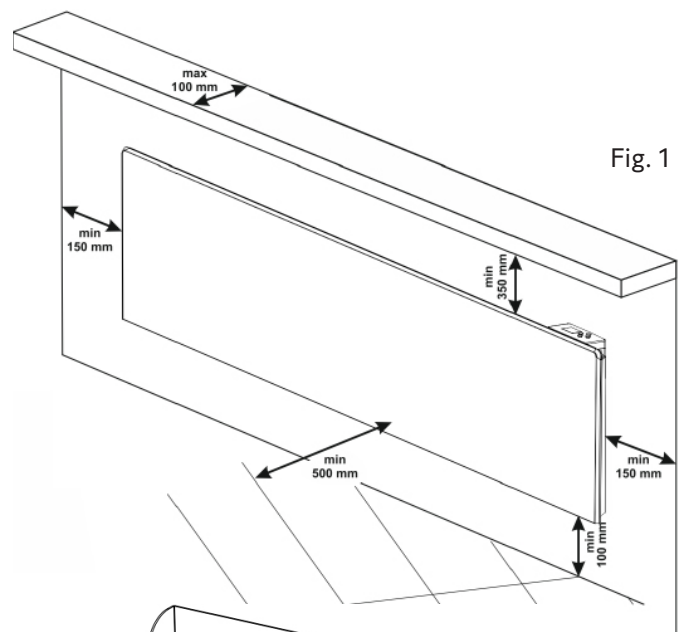
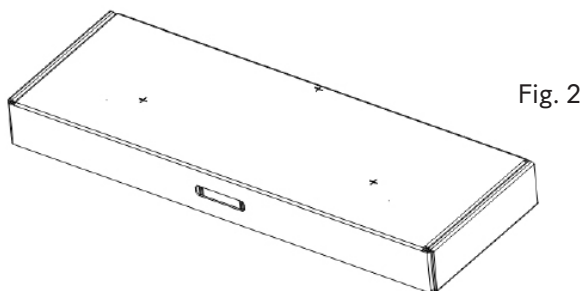

Fig. 1
Fig. 2
- Velg plassering, og merk opp de tre punktene for borehull. Bor deretter de merkede punktene på veggen med et  $\varnothing 6$  mm bor. (Fig. 1). Som hjelp kan du bruke hullmalen i lokket på esken, merket med + (Fig. 2).